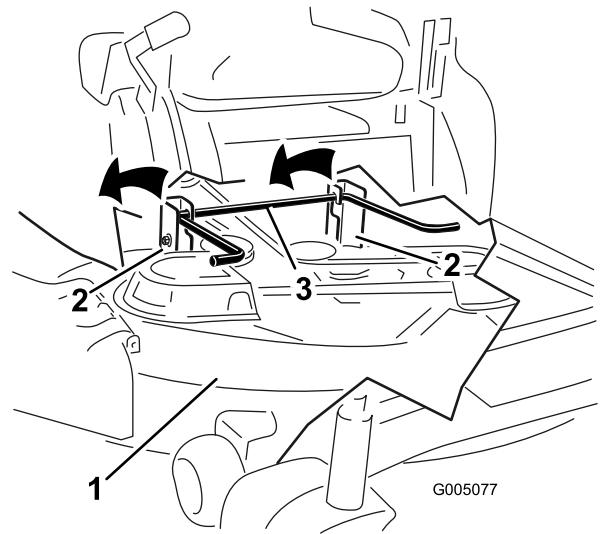

Figura 59
5. Eleve la carcasa de corte y separe ésta y las pletinas de suspensión de la varilla de elevación trasera; luego baje el cortacésped con cuidado al suelo (Figura 59).
- Eleve la parte trasera de la carcasa de corte y coloque los soportes sobre la varilla de elevación trasera (Figura 59).